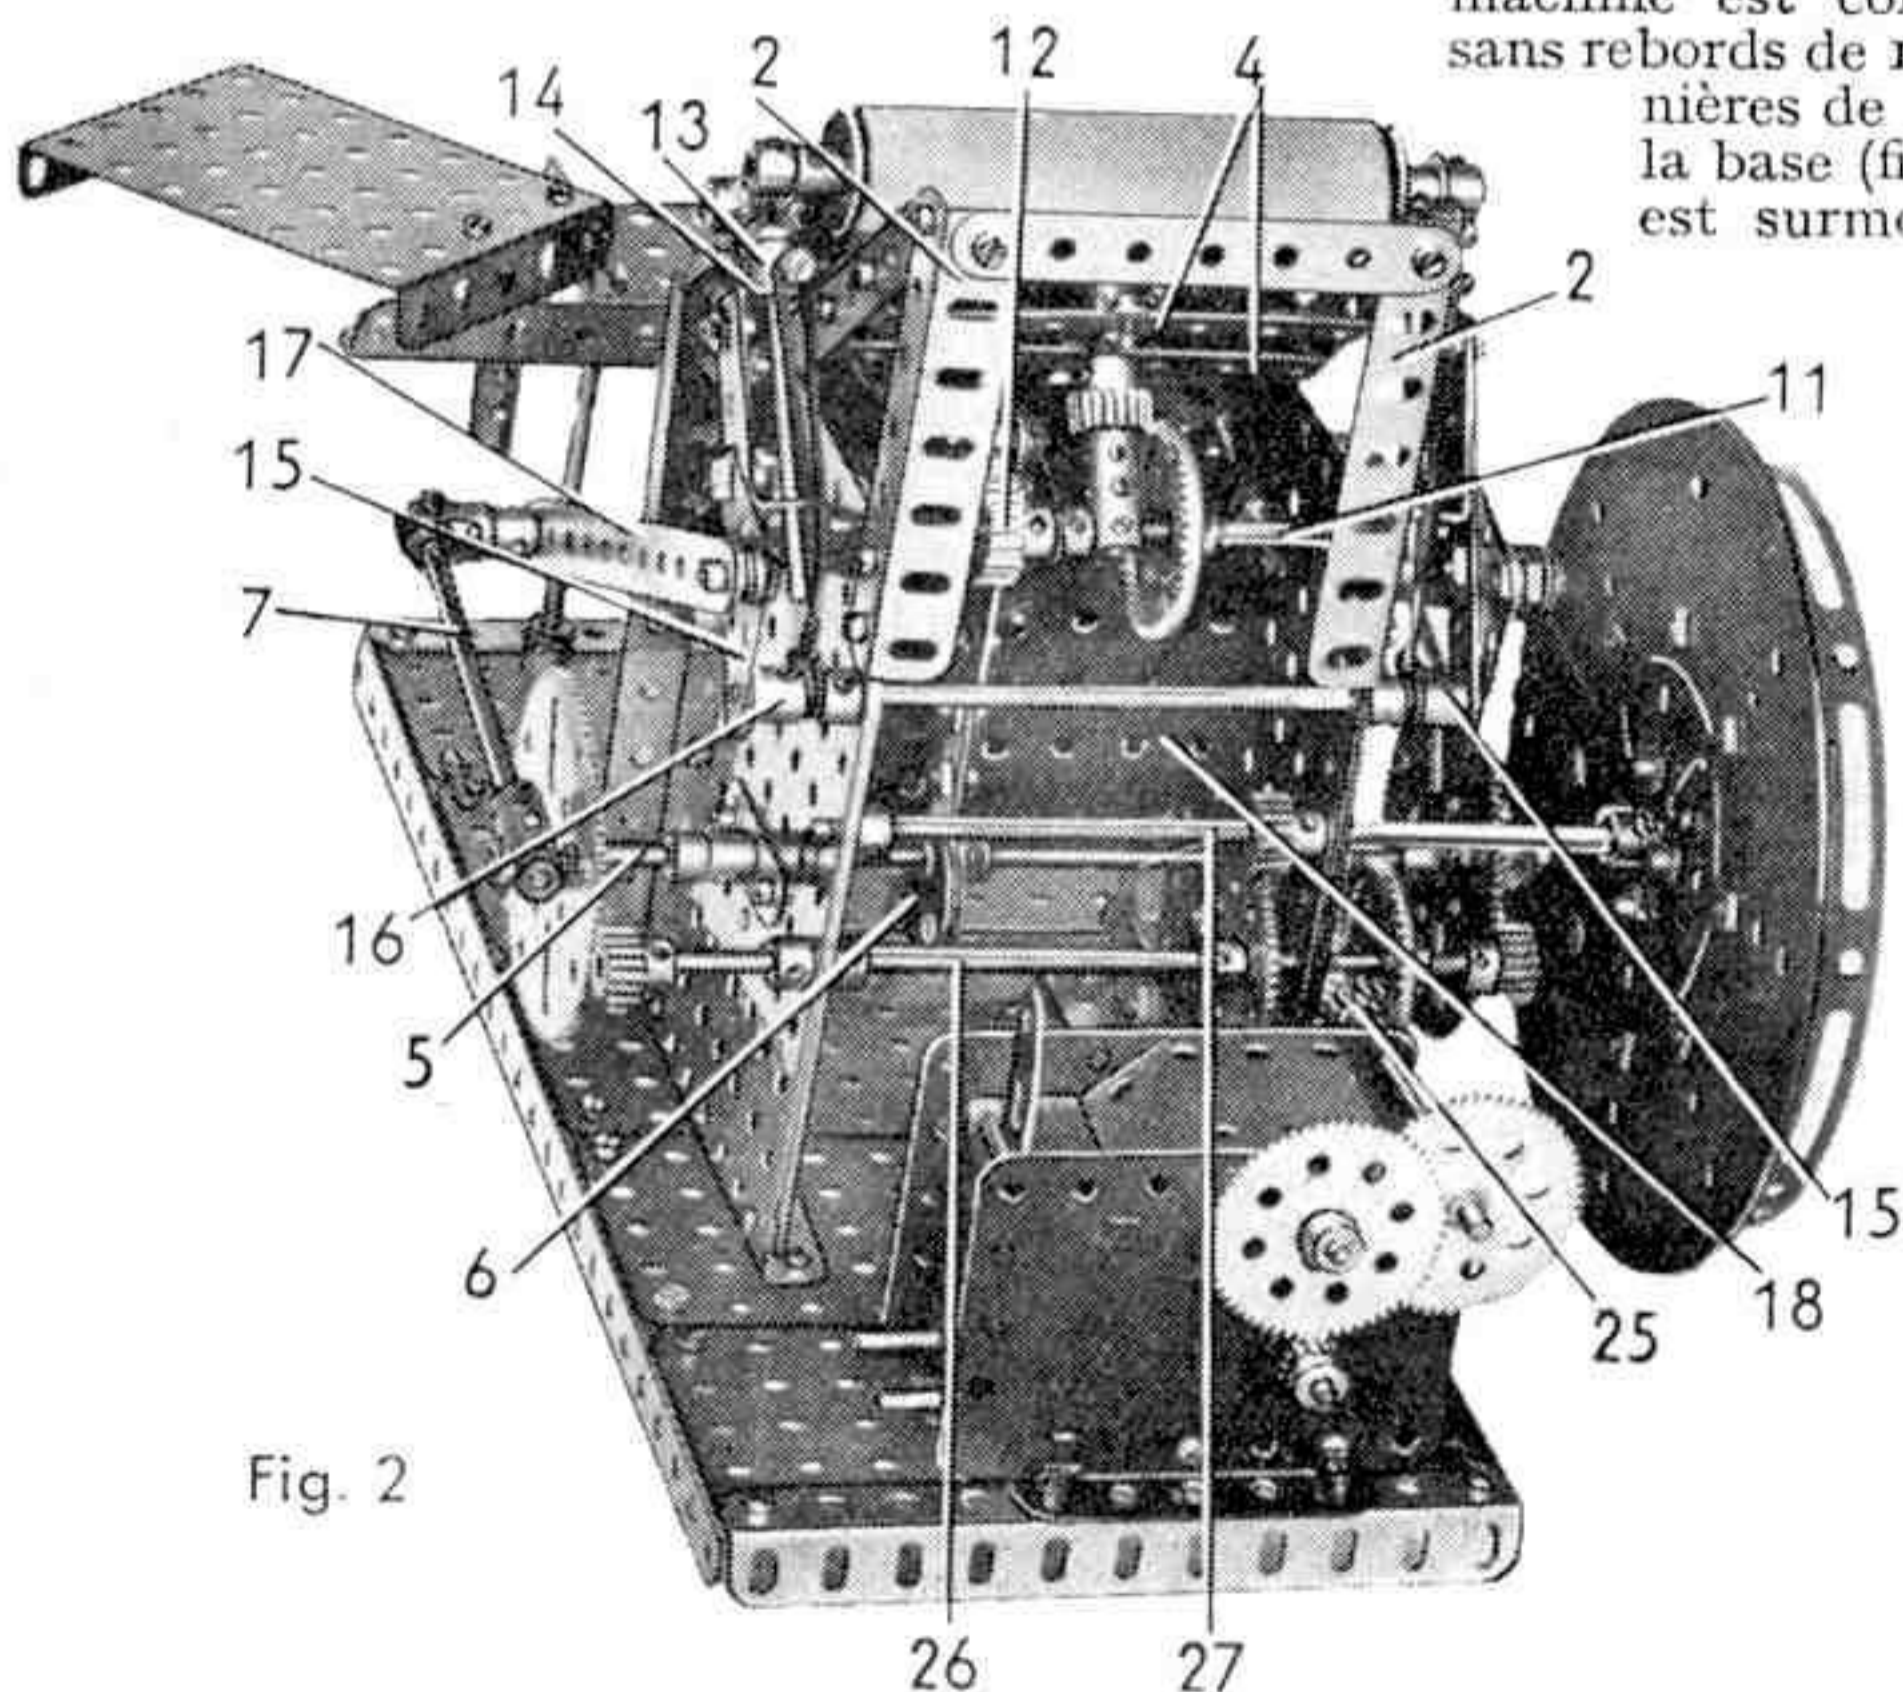

Fig. 2
Un moteur électrique Universel est boulonné à l'arrière de la base (fig. 2) et est doté d'une démultiplication de  $16/1$  obtenue par deux pignons de 15 dents et deux roues de 60 dents. L'arbre moteur porte un pignon de 19 dents qui entraîne une roue de champ de 50 dents bloquée sur une tringle (26). Des pignons de 19 dents montés aux extrémités de la tringle (26) engrènent avec les roues de 95 dents portées par la tringle (5). Une roue de 57 dents, fixée elle aussi sur la tringle (26), entraîne un pignon de 19 dents monté sur l'axe du volant (27). Le volant est formé de deux plaques circulaires de 15 cm. et d'un flasque circulaire à rebords pris entre deux plateaux centraux.